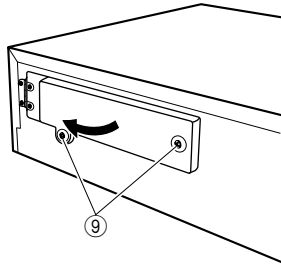

Fig. 9
- a. Loosen 2 screws (9) on the HDD slot door and open the HDD slot door. (Fig. 9)
- a. リアパネルの⑨のネジ2本をゆるめ、HDDスロットドアを開きます。(Fig. 9)
- Loosen 2 screws (⑨) on the HDD slot door and open the HDD slot door. (Fig. 9)
- リアパネルの⑨のネジ2本をゆるめ、HDDスロットドアを開きます。(Fig. 9)